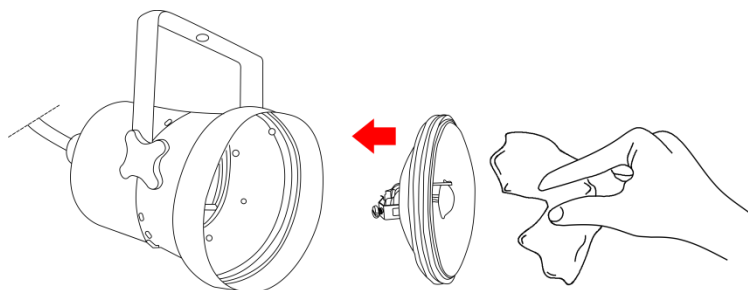

Fig. 05
- 04) Estrarre la lampada dalla scatola e tenerla **per la base**. Leggere le istruzioni della lampada. **Non toccare il vetro della lampadina**. L'olio sulle mani riduce la durata della lampada. Se si tocca il vetro della lampadina, pulirlo con un panno pulito e privo di pelucchi e alcol denaturato (Fig. 05).